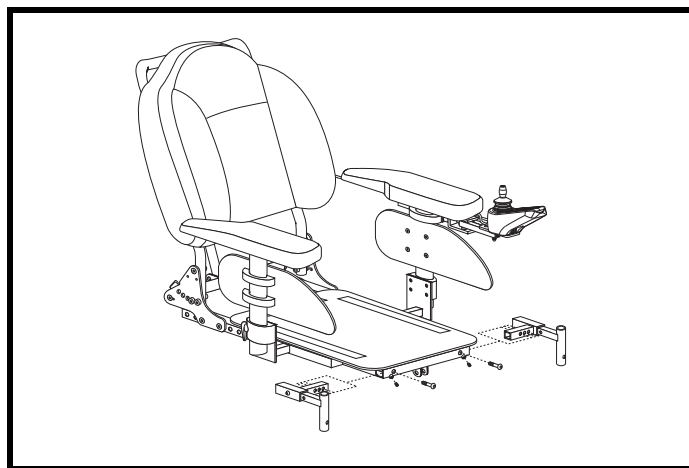

Figura 16. Regolazione della larghezza del poggiatesta
2. Allentare i fissaggi del supporto del poggiatesta. **Vedere figura 16.**